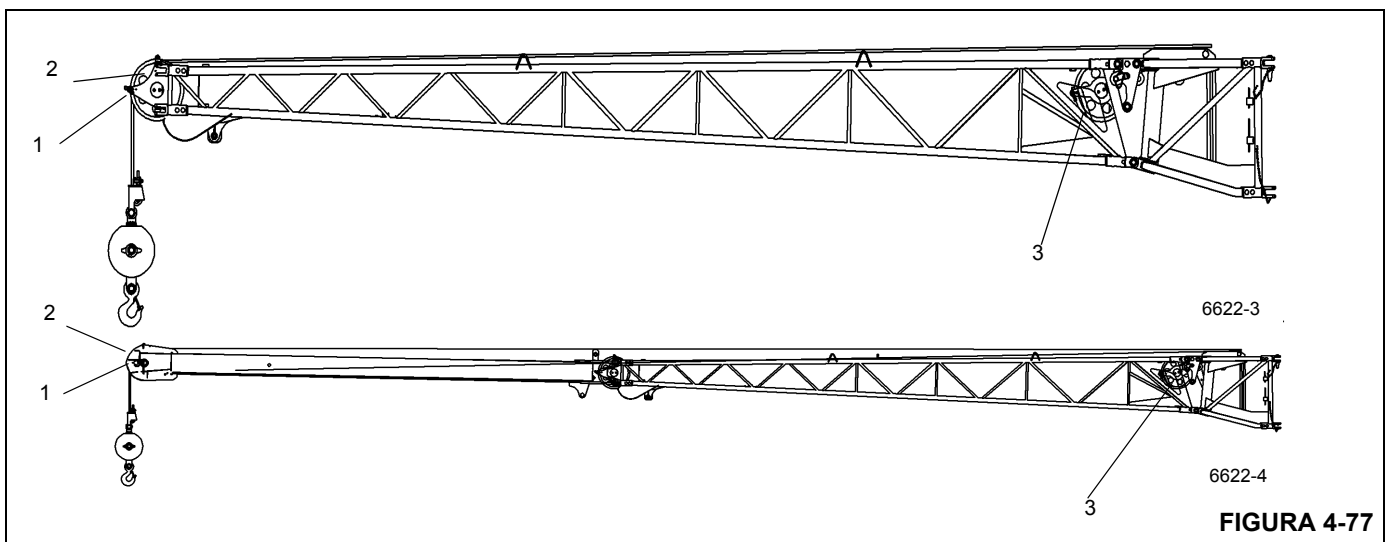

FIGURA 4-77
NOTA: Para un descentramiento nulo (0°), deje el mástil en la posición de almacenamiento, como se ilustra en la Figura 4-77.
- Retire la varilla y los rodillos que sostienen el cable de elevación (1) (Figura 4-77).
- Guíe el cable de elevación por las poleas deflectoras (3), si se utiliza, y por la polea de cabeza (2) en la sección de 33 pies (10.1 m) o en la sección de 23 pies (7 m). Vuelva a colocar en su lugar todas las varillas y rodillos que sostienen el cable de elevación y fíjelos con pasadores de retención.